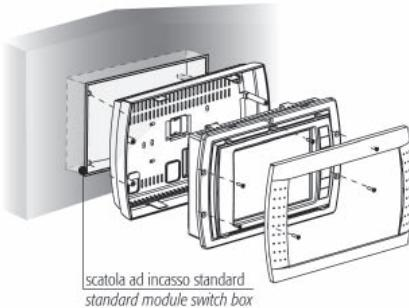

Fig. 3
Для правильной установки терминала на стену необходимо, чтобы тыльная часть корпуса (рис. 3) была закреплена в стандартной коробке типа 12/14 для переключателей (как предусмотрено CEI23-48 – IEC60670). Для установки выполните следующие действия:
- Предварительно закрепите переднюю панель на корпусе терминала: Соберите конструкцию в одно целое как показано на рис. 3, использовав для этой цели 4 винта с потайной головкой из пластикового пакета, вложенного в упаковку терминала.